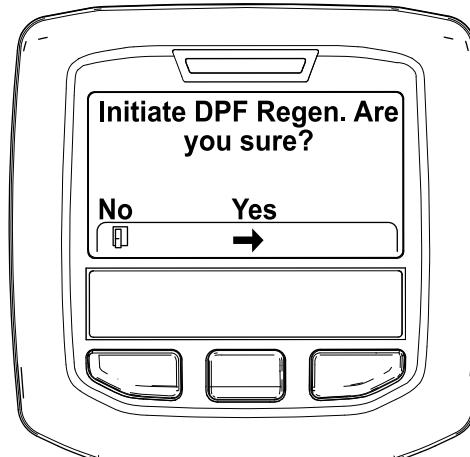

Figure 49
4. Quand le message « Initiate DPF Regen. Are you sure? » (lancer régénération FAP. Êtes-vous sûr(e) ?) s'affiche, appuyez sur le bouton central (Figure 49).